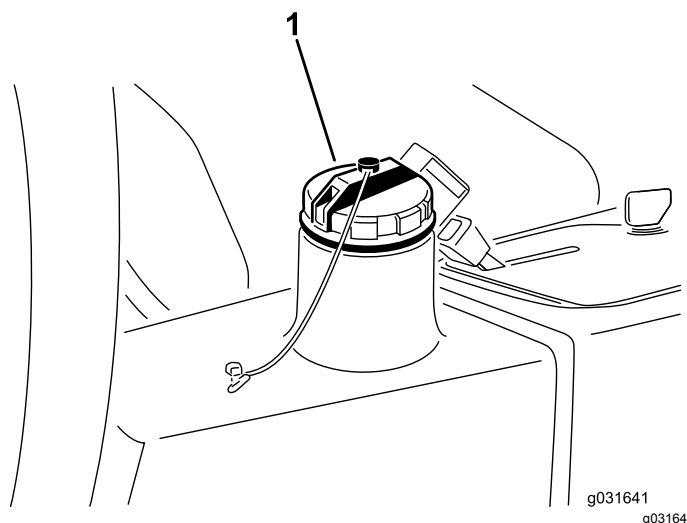

Рисунок 65
2. Очистите зону вокруг заливной горловины и крышки гидравлического бака (Рисунок 65).
3. Снимите крышку гидравлического бака (Рисунок 65).